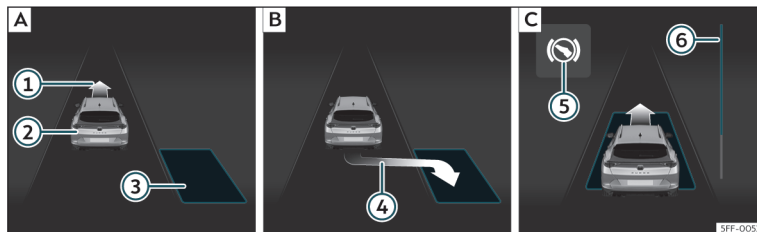
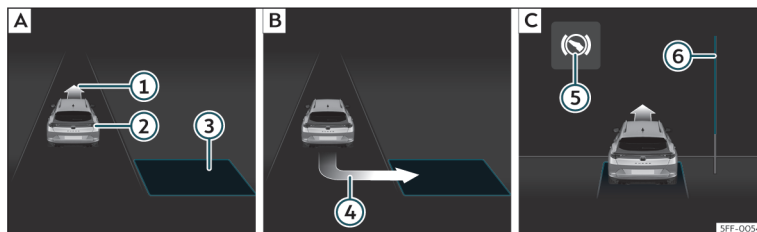

Fig. 191 En la pantalla del cuadro de instrumentos: aparcar en línea. **[A]** Buscar un hueco de aparcamiento. **[B]** Posición para aparcar. **[C]** Maniobrar.
Fig. 192 En la pantalla del cuadro de instrumentos: aparcar en batería. **[A]** Buscar un hueco de aparcamiento. **[B]** Posición para aparcar. **[C]** Maniobrar.
- Mire en la visualización de la pantalla del cuadro de instrumentos si se ha detectado el hueco como “apropiado” y si ha alcanzado la posición correcta para aparcar »» fig. 191 [B] o »» fig. 192 [B]. El hueco habrá sido considerado “apropiado” si en la pantalla del cuadro de instrumentos aparece la indicación de aparcar ④.
• Retroceda hasta que suene la señal continua del ParkPilot; **O BIEN:** retroceda hasta que en la pantalla del cuadro de instrumentos aparezca la indicación de dar marcha adelante »» fig. 191 [C] o »» fig. 192 [C]; **O BIEN:** retroceda hasta que en la pantalla del cuadro de instrumentos aparezca el mensaje **Park Assist finalizado**. La barra de progreso ⑥ indica la distancia que hay que recorrer »» pág. 297.
• Dé marcha adelante hasta que suene la señal continua del ParkPilot; **O BIEN:** dé marcha adelante hasta que en la pantalla del cuadro de instrumentos aparezca la indicación de dar marcha atrás. El sistema de aparcamiento asistido dirige el vehículo marcha adelante y marcha atrás hasta centrarlo en el hueco »» fig. 191 [C] o »» fig. 192 [C].
La barra de progreso »» fig. 191 ⑥ y »» fig. 192 ⑥ muestra simbólicamente en la pantalla del cuadro de instrumentos la distancia relativa que aún queda por recorrer. Cuanto mayor es la distancia, más llena está la barra de progreso. Al circular marcha adelante, el contenido de la barra de progreso disminuye hacia arriba, y al circular marcha atrás, disminuye hacia abajo.